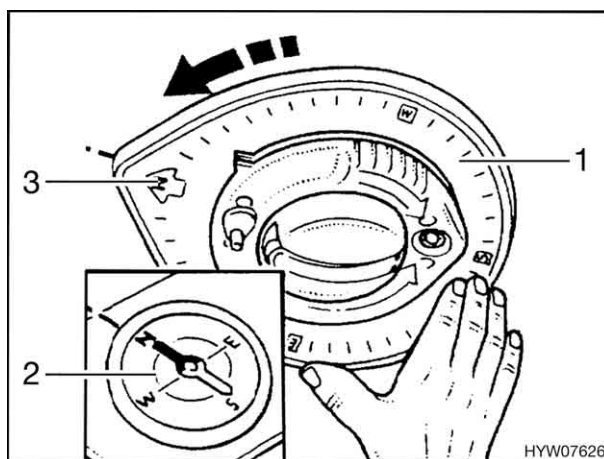

Fig. 23 Orientamento dell'anello di fissaggio per la posizione
- Con la bussola in dotazione (Fig. 23,2) determinare la direzione "N" (nord).
- Girare l'anello di fissaggio per la posizione (Fig. 23,1) finché la freccia con il contrassegno "N" (Fig. 23,3) non coincide con la direzione nord sulla bussola (Fig. 23).